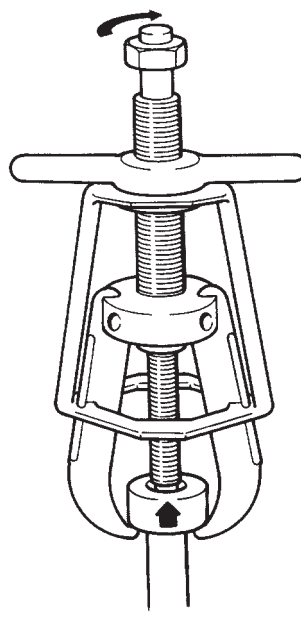

Figura 4
6. Accertarsi che il centro dell'estrattore sia allineato con il centro dell'albero del componente da rimuovere. Usando solo utensili manuali, serrare il bullone centrale per tirare il componente dall'albero (vedi Figura 4).